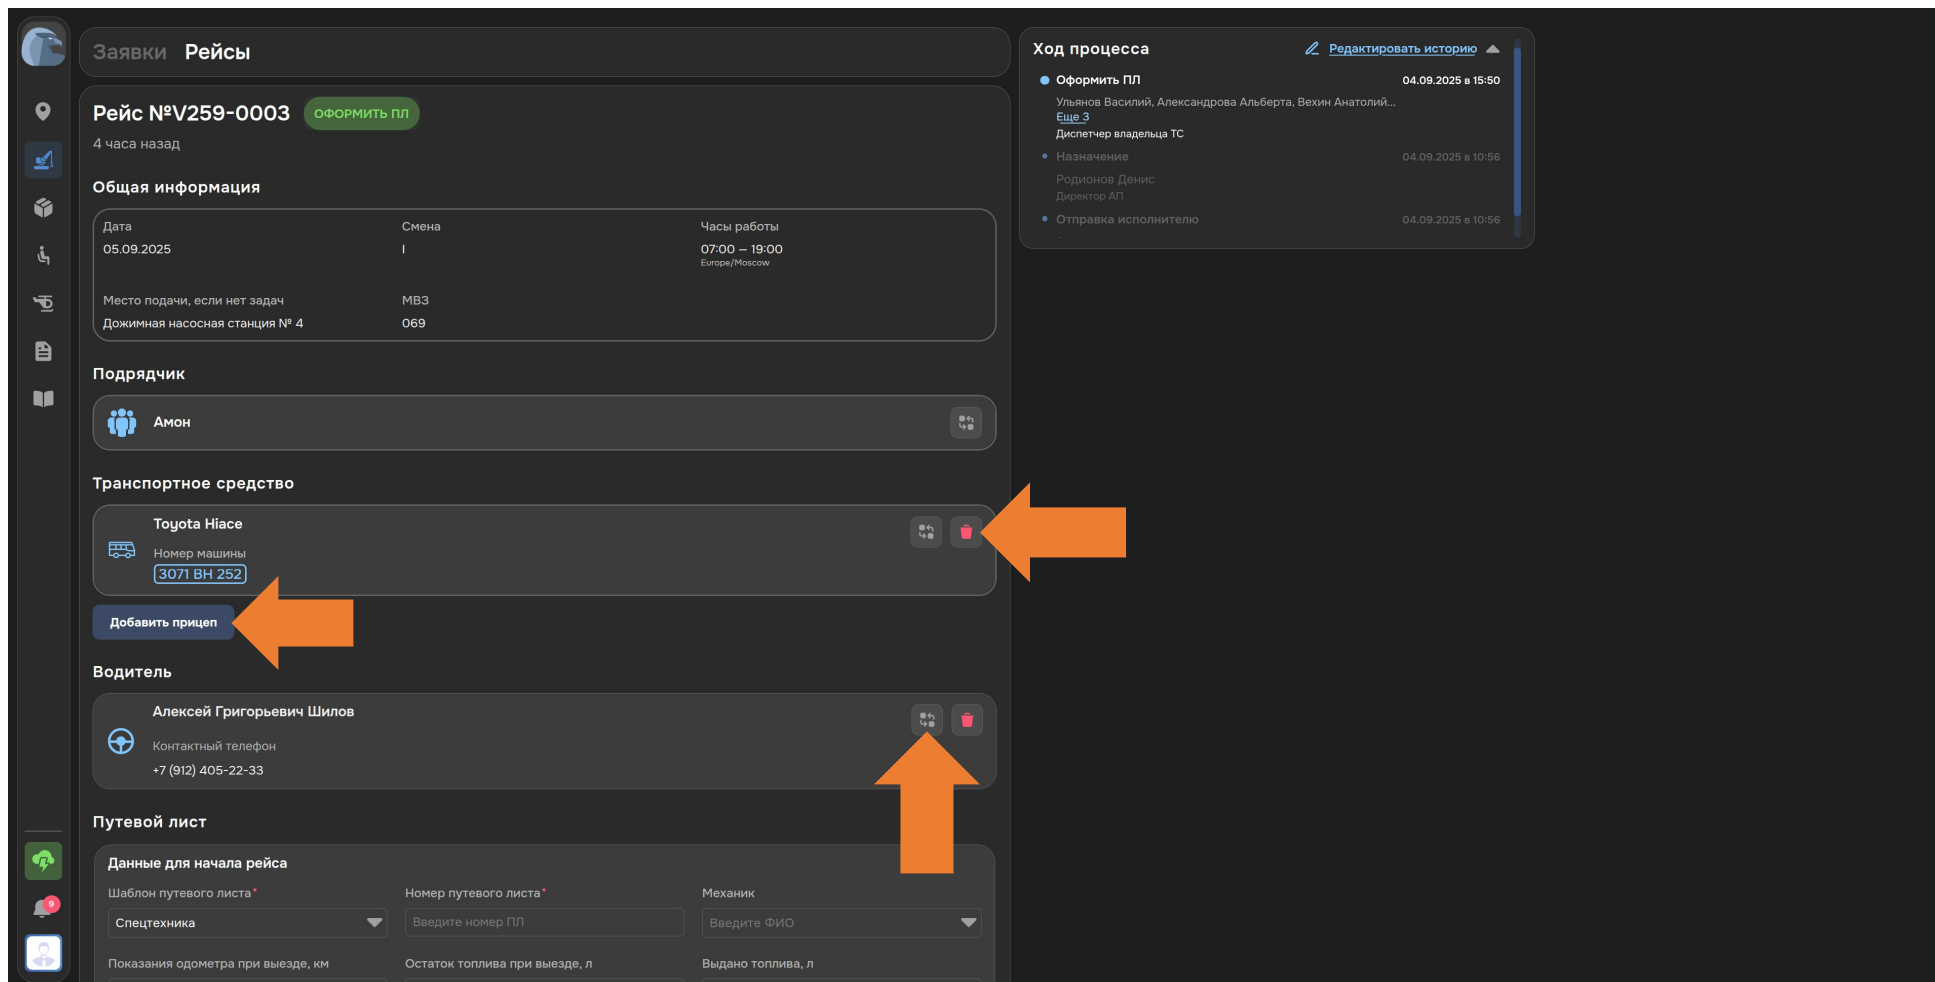

Рисунок 53. Кнопки замены и удаления ТС или водителя, а также добавления прицепа
8. Для добавления прицепа нажмите кнопку «Добавить прицеп (см. Рисунок 53).
Удаление назначенного ТС, прицепа, водителя производится нажатием на кнопку с изображением корзины, а их замена производится нажатием на кнопку с изображением круговых стрелок. Замена осуществляется аналогично описанному выше назначению (см. Рисунок 53).